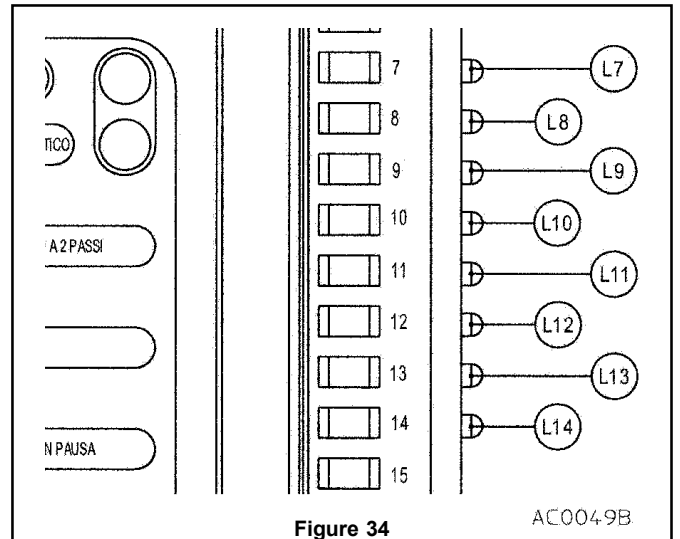
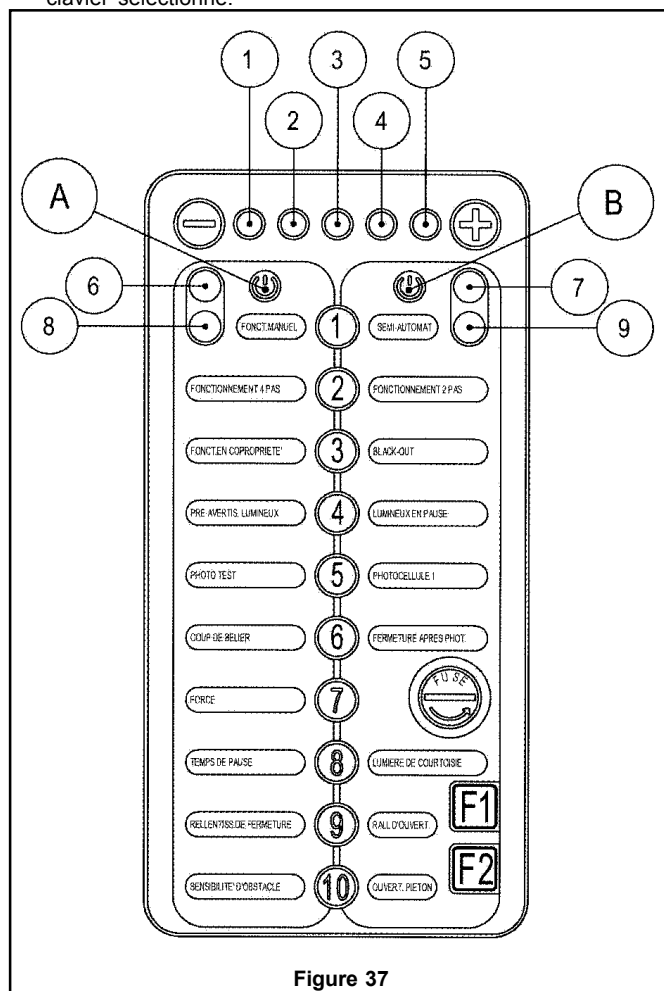

Figure 34
Figure 37
Sur le côté droit de la fiche, au-dessous des bornes, il y a une ligne de 8 Leds (fig. 34).
Les Leds L7...L14 (fig. 34) s'allument lorsque le signal correspondant est présent. Par conséquent, des commandes normalement fermées seront allumées et vice versa. De tels signaux lumineux mettent en relief un éventuel dysfonctionnement des dispositifs connectés.
Le clavier (fig. 37) au niveau de l'unité de contrôle permet de définir les paramètres de toutes les fonctions nécessaires à la mise en marche sûre et contrôlée du système automatisé.
- La sélection du clavier de droite ou de gauche se fait en appuyant sur une des deux touches portant le symbole de l'interrupteur: la touche (A fig. 37) active le <CLAVIER DE GAUCHE>, la touche (B fig. 37) permet de sélectionner le <CLAVIER DE DROITE>.
- Lorsque le clavier a été sélectionné, les signaux lumineux rouges (8 et 9 fig. 37) et verts (6 et 7 fig. 37) clignotent alternativement. Il est possible de programmer les paramètres correspondants à l'aide des touches de 1 à 10.
- La série de Led horizontale rouges (de 1 à 5 fig. 37) indique la valeur programmée pour le paramètre concerné : plus le nombre de Led allumées est élevé, plus la valeur du paramètre est élevée. Elles servent aussi à signaler l'état d'un certain nombre de paramètres.
- Les Leds latéraux rouges (8 et 9 fig. 37) indiquent un état des paramètres qui n'ont pas été programmés s'ils clignotent, tandis qu'ils indiquent la détection du signal de fin de course (droit ou gauche) lorsqu'ils sont allumés (lumière rouge fixe).
- Les Leds latéraux verts (6 et 7 fig. 37) indiquent un état des paramètres programmés ou le bon fonctionnement suivant le clavier sélectionné.
- Lorsque le Led 1 sur la fig. 37 s'allume, la mise en marche est correcte ; relâcher les touches.
- Vérifier que les 2 Leds rouges <OFF> (8 et 9 fig. 37) clignotent et que 4 des 8 Leds latéraux sont fixes (fig. 34):
- Dès que l'on atteint la fin de course de la fermeture (portail complètement fermé), relâcher la commande ; une des Leds rouges <OFF> (8 et 9 fig. 37) signale que la fin de course est atteinte lorsque la lumière est fixe.
- Vérifier que les signaux lumineux verts 6 et 7 (fig. 37) clignotent en indiquant qu'une valeur de la vitesse a été enregistrée.
- Vérifier que le signal lumineux 8 ou 9 du clavier (fig. 37) signale que la fin de course a été atteinte.